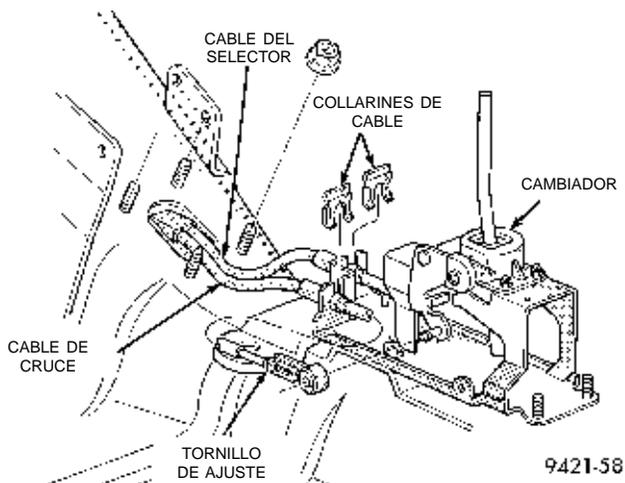

Fig. 139 Tornillo de ajuste del cable de cruce
- (1) Retire la consola de cambios del vehículo.
- (2) Afloje el tornillo de ajuste del cable de cruce en el cambiador (Fig. 139).